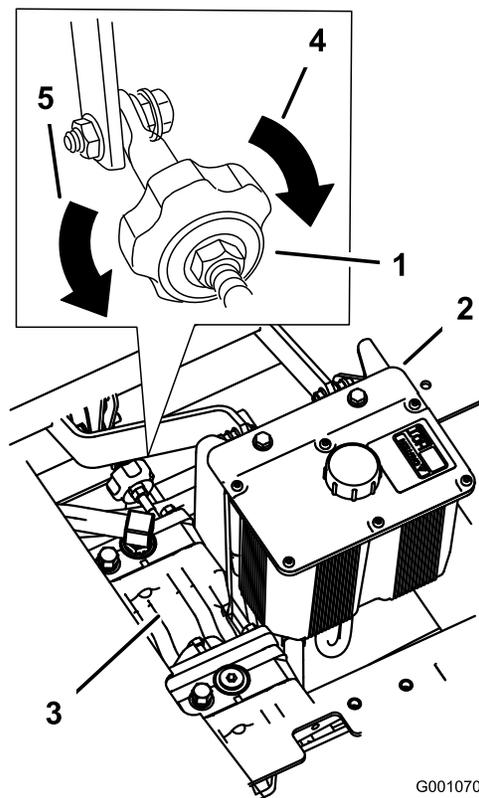

Рисунок 98
2. Отрегулируйте длину штока насоса, поворачивая рукоятку в соответствующем направлении, чтобы соответствующее колесо стояло неподвижно или немного медленно вращалось в обратном направлении (Рисунок 98).